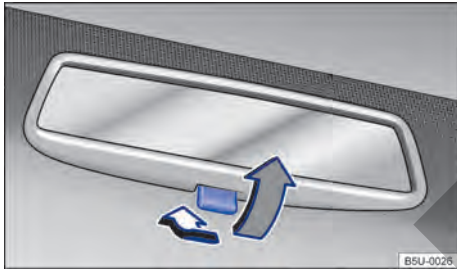

Fig. 68 En el parabrisas: espejo retrovisor interior antideslumbrante manual.
- Posición de noche: tirar de la palanca → **fig. 68** (flecha gris), para evitar el deslumbramiento de los faros de los vehículos que circulan detrás.